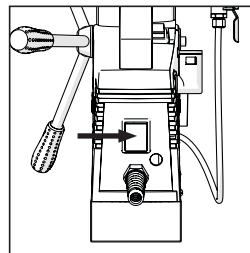

Fig. 4
- Włączyć przełącznik kołoskowy na panelu przełączników urządzenia, aby aktywować magnes. **(Rys. 4)**